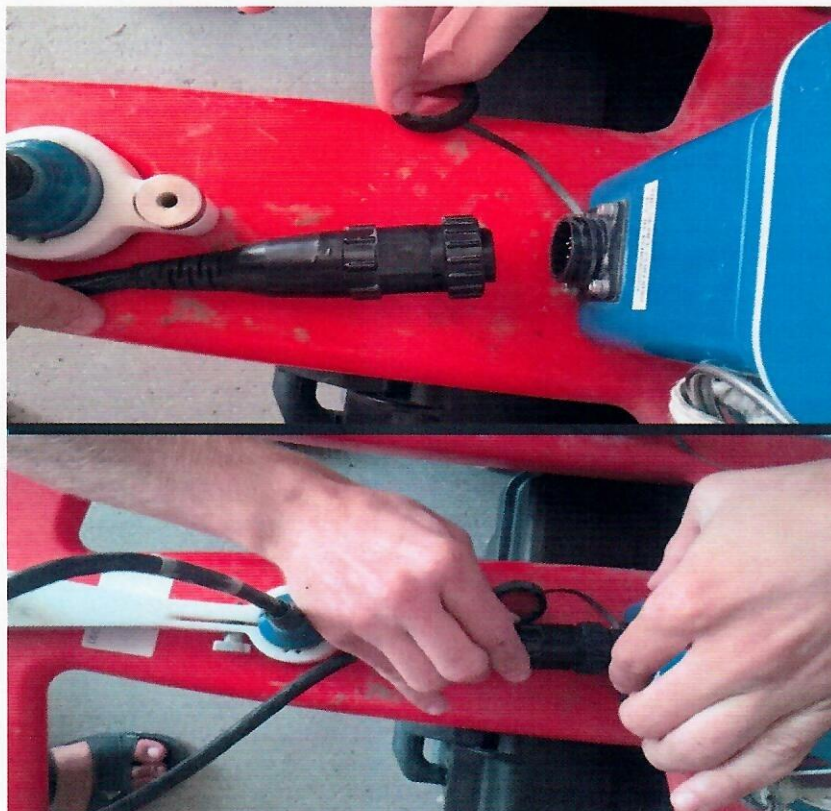

Fig. 4
- c) Pentru a face conexiunea, scoateți capacul de protecție din recipientul carcasei electronice. Introduceți conectorul cablului în recipient, rotindu-l până când porțiunile cu chei sunt aliniate corespunzător. Filetați cuplajul inel pe recipient pentru a finaliza conexiunea (fig. 4).